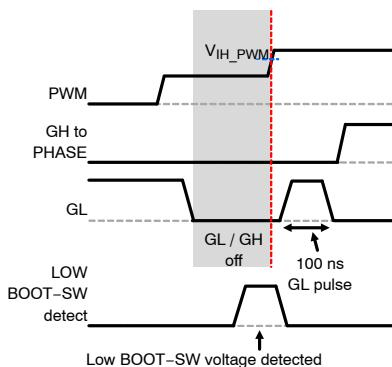

图 32. 检测到较低的BOOT-SW电压并且 PWM 从三态变为高电平
- 如果该器件以较低的BOOT-SW电压退出三态状况并且控制器发出PWM = HIGH的指令，SPS会输出一个100 ns的GL脉冲并且执行PWM = HIGH指令(参见图32)。